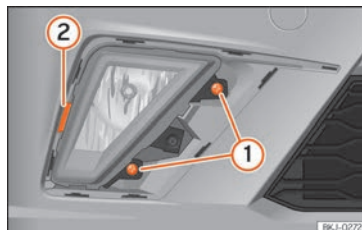

Fig. 166 Lampa de ceață: desprindeți soclul becului
- Scoateți cele două bolturi » fig. 166 ① și ridicați clema ② pentru a scoate lampa de ceață față.